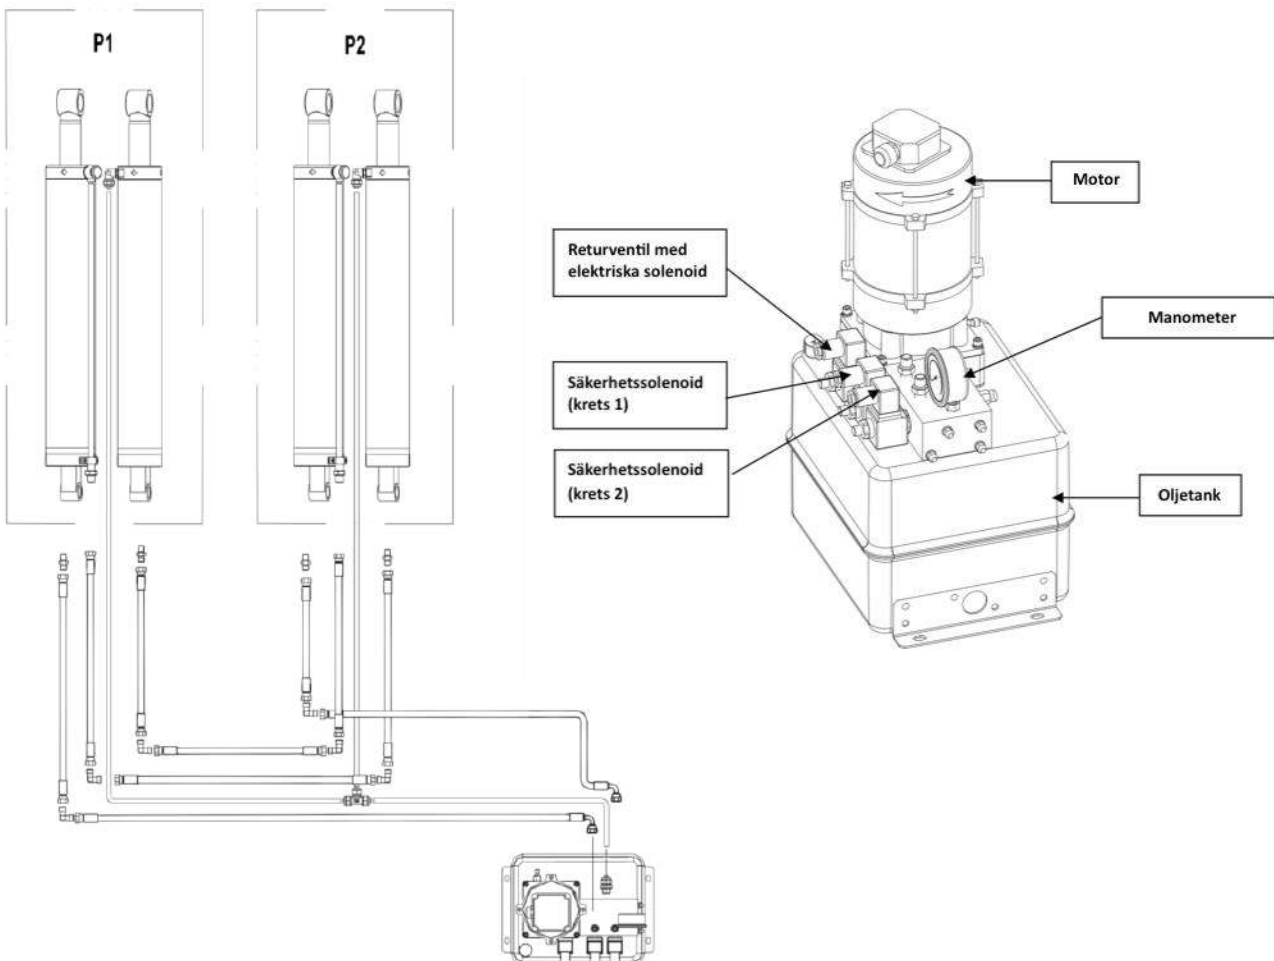

Fig. 5 - Översikt över motorenhet och anslutning av hydraulikslangar
1. Packa upp lyften och placera den i hålen. Om du kikar på fig. 5 längre ned på sidan kan du se att "P1" ska vara den vänstra saxen. Det är också där anslutningsslangen "A" sitter.